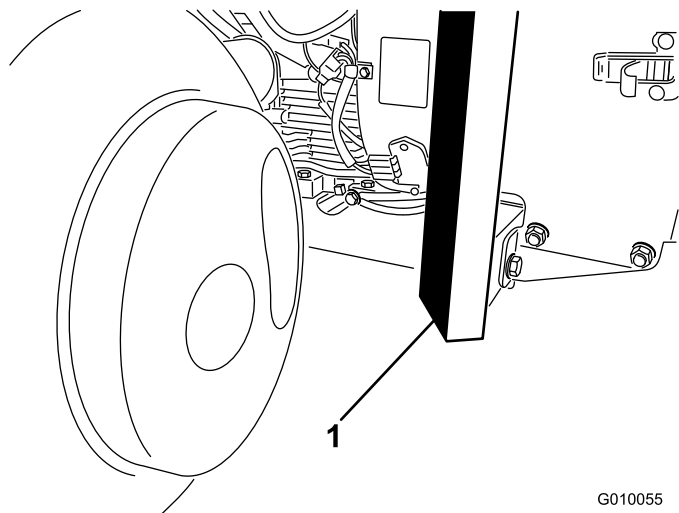

図 41
2. 機体前部のフレームの下にジャッキを確実に置く（図 41）。